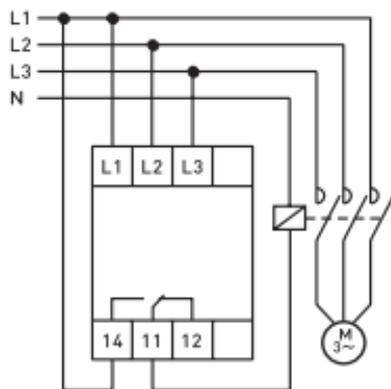

Рис. 3 – Схема подключения реле
2. Проведите электромонтаж реле согласно схеме подключения (рисунок 3);